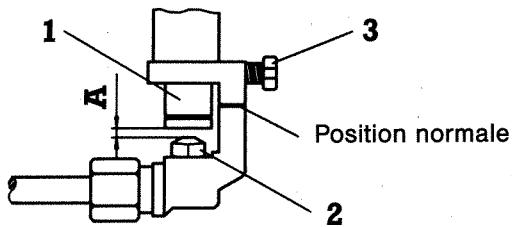

Fig. 12
12. Poggiare la sagoma **13** sul disco di contrassegno **16** ed allineare l'asta **10** finché l'asse **9** non poggia sulla sagoma (misura 37,5). Serrare bene la vite per plastica **12** con apertura chiave 5,5 (fig. 12). Il corretto allineamento e fissaggio sono determinanti per un buon funzionamento dell'apparecchio.
Cambiare l'ugello principale **2** (v. fig. 12) per il massimo secondo il nuovo tipo di gas ed i dati riportati in tabella. Allentare prima la vite **3**, spostare il manicotto regolatore d'aria **1** e fissare con la vite **3**. Incollare sul bocchettone l'etichetta indicante il tipo di gas usato.